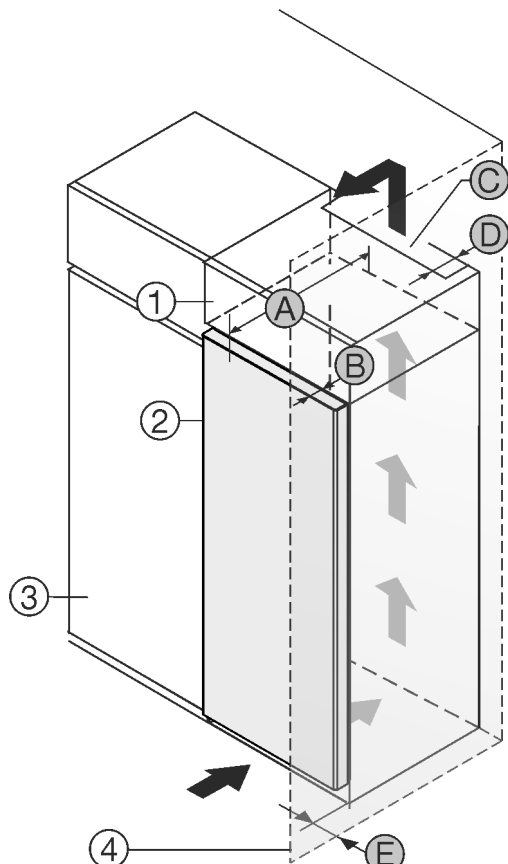

Fig. 1\*
Установите устройство непосредственно рядом с кухонным шкафом Fig. 1 (3).\*
На задней стенке дополнительного шкафчика должен быть вентиляционный канал с глубиной Fig. 1 (D) по всей ширине этого шкафа.\*
Нужно соблюдать вентиляционное отверстие Fig. 1 (C) под нижней панелью.\*
Если устройство установлено на шарнирах у стены Fig. 1 (4), то расстояние между устройством и стеной должно быть не менее 13 мм.\*
Если устройство установлено на шарнирах у стены Fig. 1 (4), то расстояние между устройством и стеной должно быть не менее 20 мм.\*
Если устройство установлено на шарнирах у стены Fig. 1 (4), то расстояние между устройством и стеной должно быть не менее 57 мм. Настолько выступает ручка при открытой дверце.\*
Чтобы можно было полностью открыть двери, устройство должно выступать на глубину двери Fig. 1 (B) относительно передней стенки кухонного шкафа В зависимости от глубины кухонных шкафов Fig. 1 (3) и использования пристенных распорок устройство может выступать и больше.\*